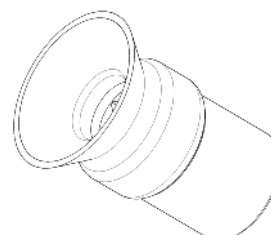

figura 33
**2 Una vez por semana:** verifique que la junta del raspador no esté desgastada. de ser así, sustitúyala con un repuesto original del fabricante. (ver figura 33)